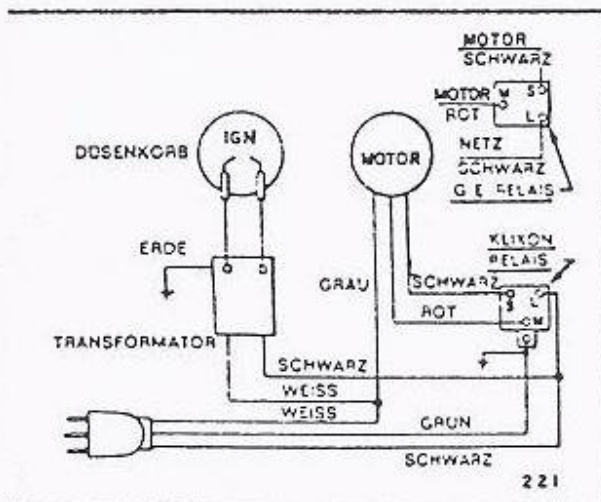

Bild 4
2. Achten Sie beim Montieren eines neuen Transformators unbedingt auf eine saubere, schmutz- und farbfreie Auflage und fest angezogene Befestigungsschrauben. Nur so ist eine gute Erdung (Stromkreis) gewährleistet. Siehe Bild 4 und 5.
der Betriebsdrehzahl Stocker wieder herausziehen. Der Motor soll bis zum Stillstand frei auslaufen. Siehe Bild 4.